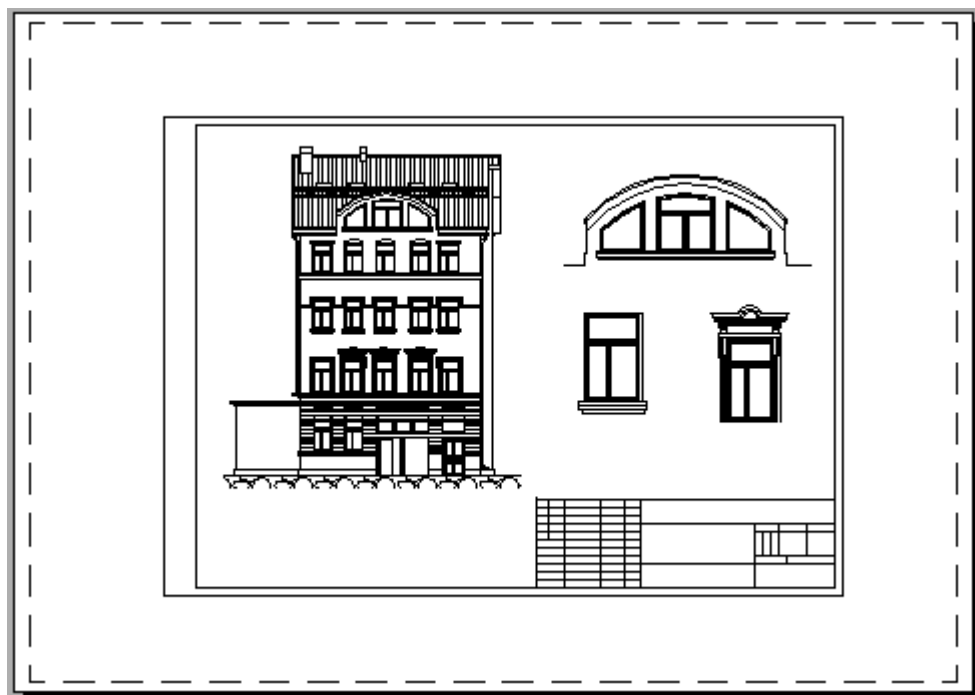

Рис. 19.27. Компоновка листа, подготовленная для нанесения текста и размеров
10. Вернитесь в пространство листа с помощью кнопки **MODEL** (МОДЕЛЬ) в строке состояния, создайте слой для размещения на нем границ видовых экранов, перенесите их на него и заморозьте. Теперь изображение подготовлено для нанесения текста и размеров (рис. 19.27). Завершите оформление чертежа, нанеся на него текст и размеры.